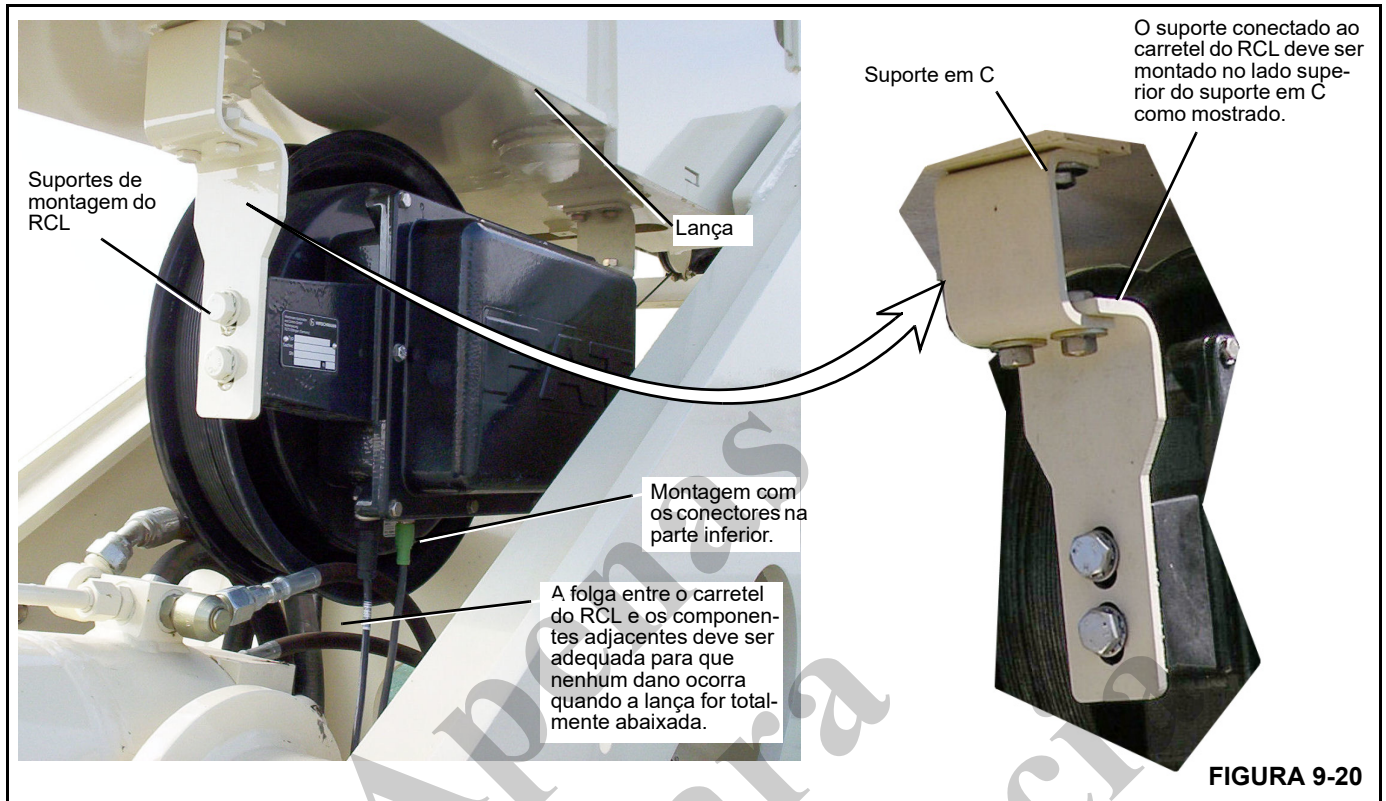

FIGURA 9-20
3. Prenda os suportes de montagem do carretel do RCL e monte o RCL na lança conforme indicado na Figura 9-20.